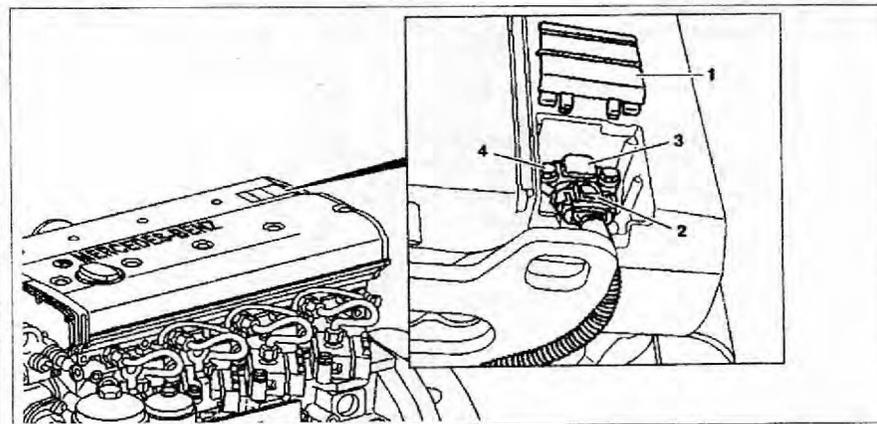

Рис. 3.37. Комбинированный датчик температуры/давления сжатого воздуха (двигатели 904.904/908, начиная с номера 040 488, и двигатели 904.923/936):
2. Снимите крышку 1 с впускного коллектора (рис. 3.37).